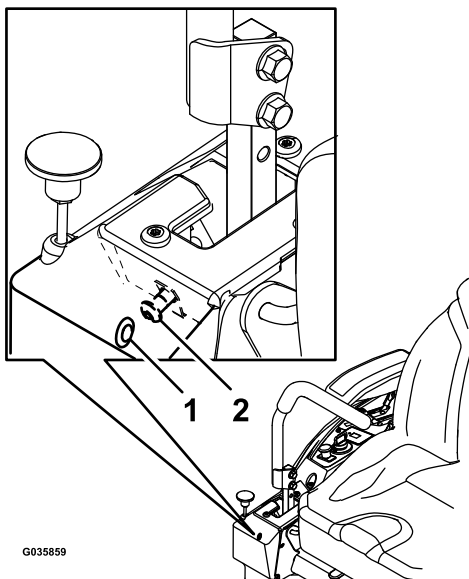

Figure 59
6. Si la machine se déporte à droite, insérez une clé hexagonale de 3/16 pouce dans le trou d'accès du panneau de couvercle avant droit et tournez la vis de réglage de l'alignement dans le sens horaire ou antihoraire pour ajuster la course du levier (Figure 59).
7. Si la machine se déporte à gauche, insérez une clé hexagonale de 3/16 pouce dans le trou d'accès du panneau de couvercle avant droit et tournez la vis de réglage de l'alignement dans le sens horaire ou antihoraire pour ajuster la course du levier (Figure 59).